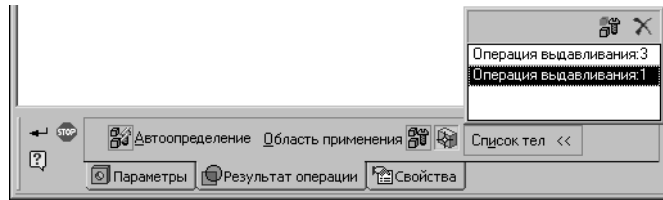

Рис. 90.7. Задание области применения круглого отверстия
- ▼ При построении круглого отверстия, а также при рассечении модели поверхностью или по эскизу область применения задается на вкладке **Результат операции** Панели свойств (рис. 90.7).